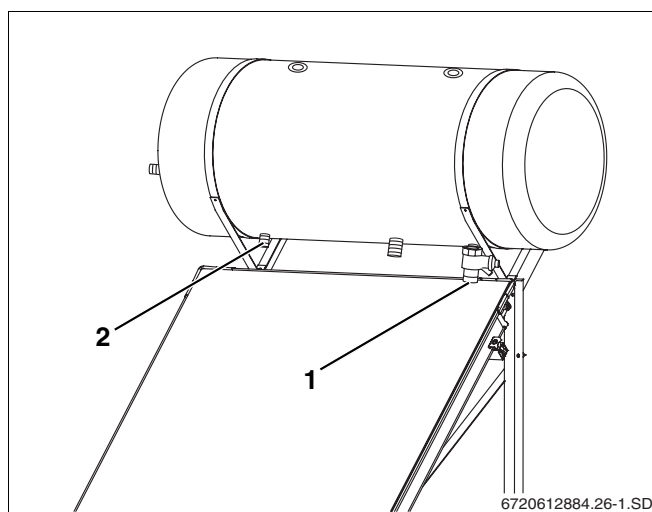

Fig. 26 Conexión de los conductos de agua potable
- ▶ Conecte los conductos de agua fría (fig. 26, **pos. 1**) y de agua caliente (fig. 26, **pos. 2**) de conformidad con la normativa local.